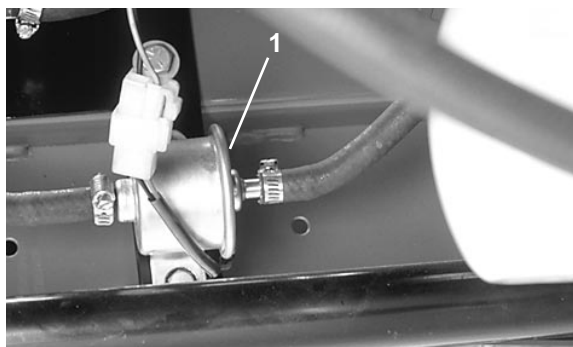

Figure 23
1. Pincer l'extrémité des conduits d'alimentation qui sont raccordés au filtre à carburant (Fig. 23) pour éviter que l'essence ne s'écoule quand les conduits sont déposés.
3. Desserrer les colliers (Fig. 23) à chaque extrémité du filtre. Débrancher les conduits d'alimentation et jeter le filtre.